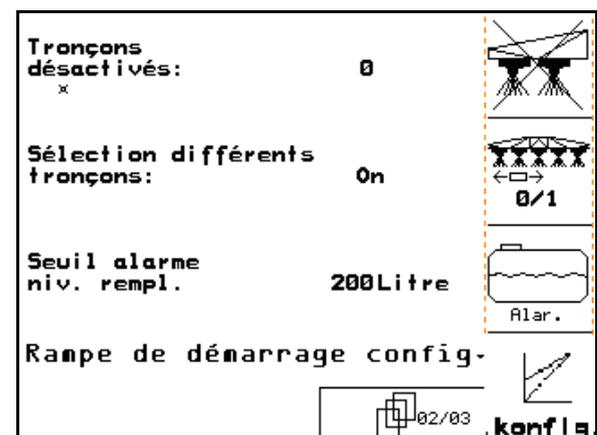

Fig. 9
#### Page deux (Fig. 9)
- Désactivation permanente de tronçons. Le chiffre affiché (Fig. 9) correspond au nombre de tronçons désactivés de façon permanente (chiffre 0 = aucun tronçon désactivé). (Voir page 30).